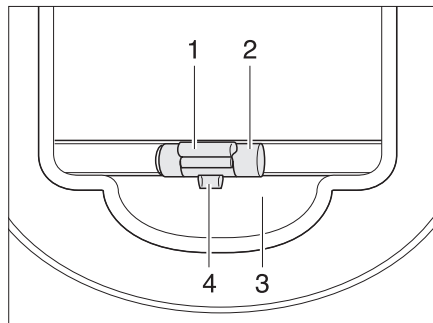

Fig. 25 Store occultant
- Tirer le store occultant vers le bas par la poignée (Fig. 25,2) et le laisser se verrouiller.
- Tirer légèrement le store occultant vers le bas par la poignée (Fig. 25,2) et pousser la barre de déverrouillage (Fig. 25,1) vers l'extérieur. Le verrouillage touches (Fig. 25,4) se détache du logement (Fig. 25,3).